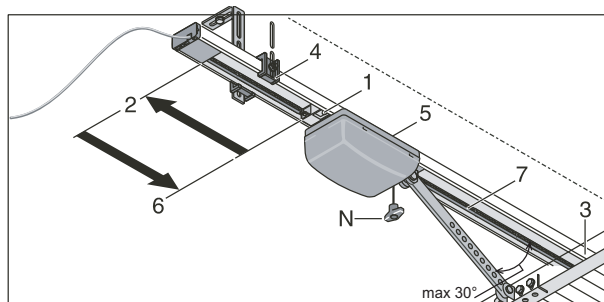

Fig. 20
Fig. 20) Déplacer le fin de course (1) jusqu'au point (2), c'est-à-dire complètement en arrière. Ouvrir la porte (3) manuellement et latéralement. Une fois ouverte, on peut régler le fin de course d'ouverture.